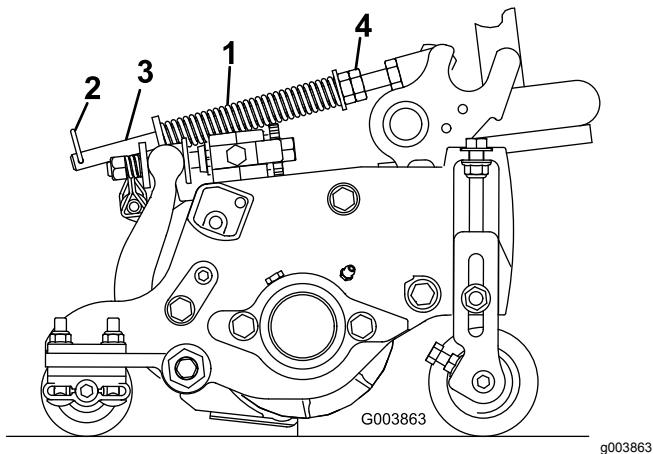

Bild 15
Die Rasenkompensierungsfeder verlagert das Gewicht von der Front- zur Heckrolle (Bild 15). Dies reduziert ein Bobbing genanntes Wellenmuster auf der Grünfläche.
1. Stellen Sie sicher, dass der Splint in das hintere Loch in der Federstange eingesetzt ist (Bild 15).
2. Ziehen Sie die Sechskantmuttern vorne an der Federstange an, bis die zusammengedrückte Länge der Feder an 12,7-cm-Schneideeinheiten 12,7 cm oder an 17,8-cm-Schneideeinheiten 15,9 cm beträgt (Bild 15).